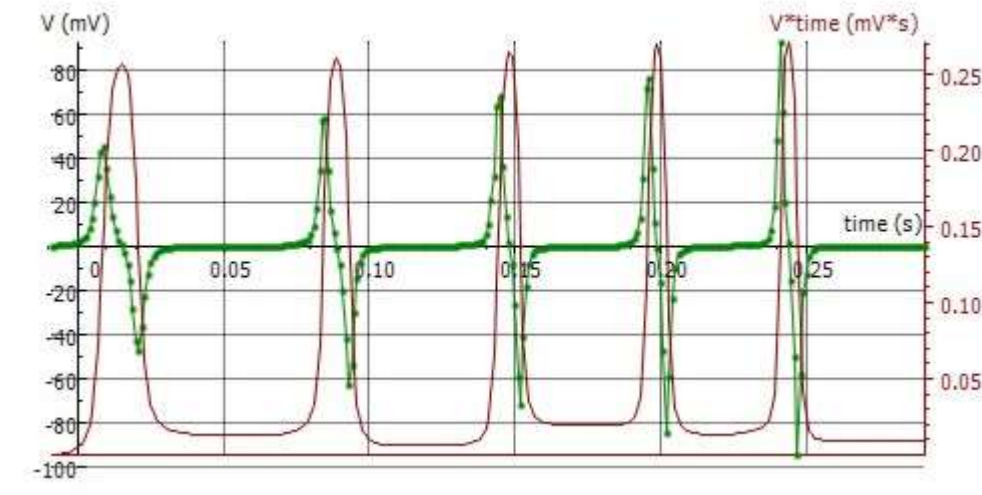

Fig. 3: Zeitliche Verläufe der induzierten Spannung U und des magnetischen Flusses Φ
Im Experiment fällt ein Permanentmagnet durch ein Rohr mit sechs baugleichen, in Reihe geschalteten Induktionsspulen. Aufgezeichnet wird der zeitliche Verlauf der induzierten Spannung (grüne Kurve in Fig. 3).
Die grüne Kurve in Fig. 3 zeigt den aufgenommenen Spannungsverlauf.
In dem Diagramm im Fenster „Integral“ wird die Größe „ $U \cdot t$ “ in der Einheit „ $mV \cdot s$ “ dargestellt (violette Kurve in Fig. 3). Diese entspricht nach Gleichung (2) dem magnetischen Fluss Φ .
Der magnetische Fluss nimmt seinen Maximalwert an, wenn die induzierte Spannung auf Null zurückgeht (Fig. 3), d.h. der Magnet das Zentrum der Spule erreicht hat. Die Flächen unter allen positiven und negativen Spannungssignalen sind dem Betrage nach gleich (siehe oben). Sie entsprechen dem maximalen magnetischen Fluss Φ des Permanentmagneten im Inneren einer einzelnen Spule. Der maximale magnetische Fluss erreicht deshalb für alle Spulen im Rahmen der Messgenauigkeit den gleichen Wert $\Phi_{\max} \approx 250 \mu Vs$.